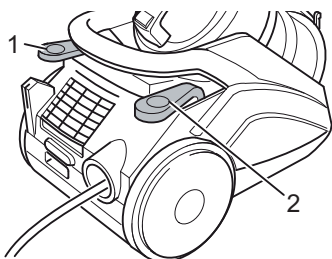

Abb. 18
1. Schalten Sie das Gerät am Ein-/Aus-Schalter (Abb. 18/1) aus und ziehen Sie den Stecker aus der Steckdose.
3. Drücken Sie die Kabelaufrolltaste (Abb. 18/2), um das Stromkabel einzuziehen. Führen Sie es auf dem letzten Stück mit dem Stecker in der Hand.